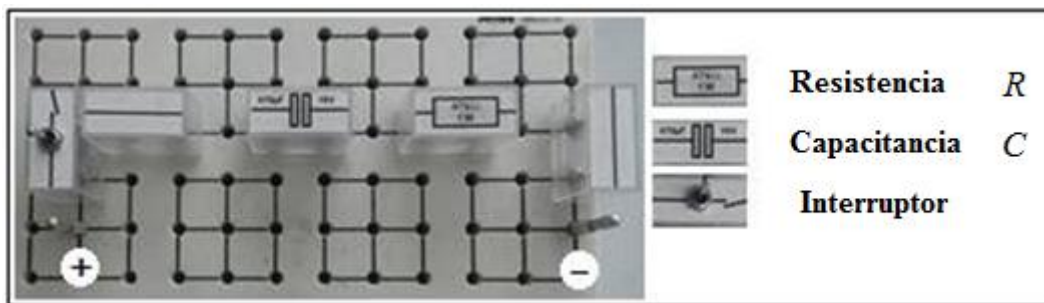

Figura 1: Circuito RC
La constante de tiempo de un circuito es la cantidad de tiempo requerido para que la corriente en un circuito inductivo o el voltaje en un circuito capacitivo, alcancen aproximadamente el 63% de su valor máximo. La constante de tiempo " τ " de un circuito RC (Circuito con resistencia y capacitancia como se ilustra en la **figura 1** depende de los valores de resistencia " R " y capacitancia " C ", donde:
1. Ensamble en el módulo de conexiones del circuito de la **figura 1**. (solicite ayuda al profesor o a la persona encargada del laboratorio).